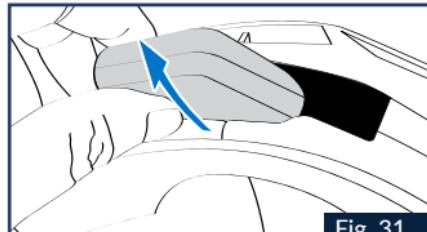

Fig. 31
- Retirer le PAD de polystyrène Blanc dans l'espace prévue à l'arrière du casque Fig.31